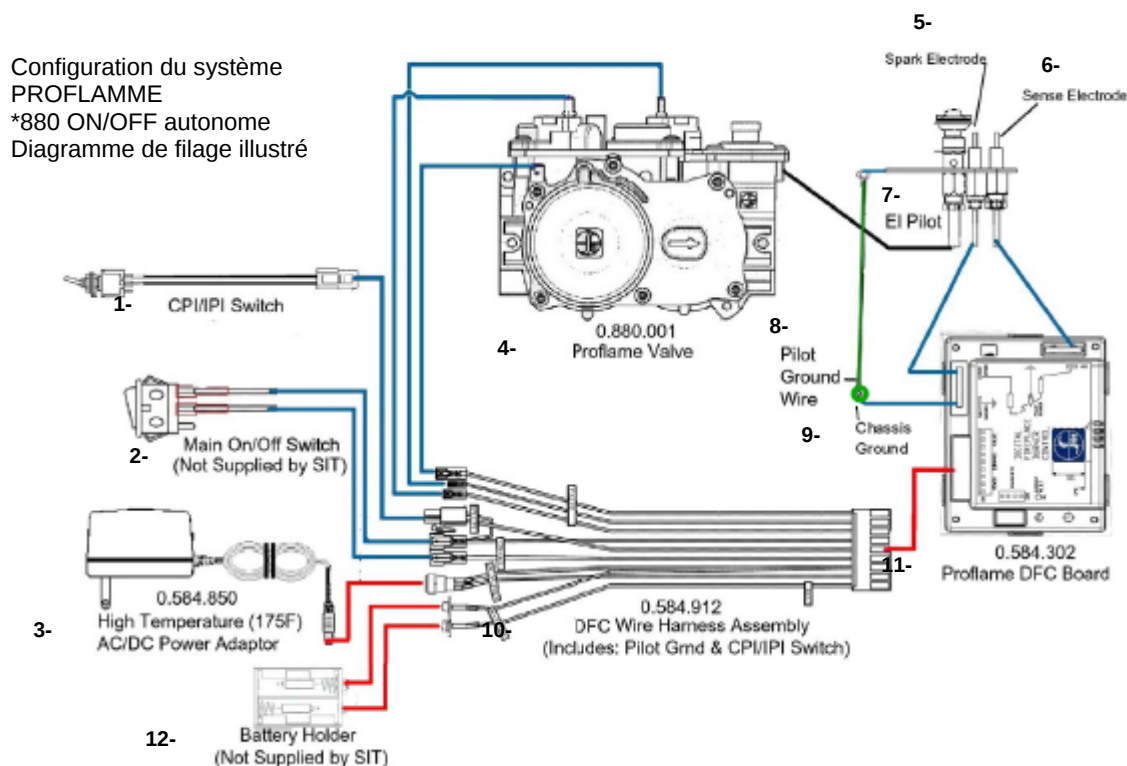

Figure 14: Diagramme de filage Tucson ST
- 🔥 LES FILAGES APPROPRIÉS SONT MONTRÉS DANS LES FIGURES 14 & 15.**